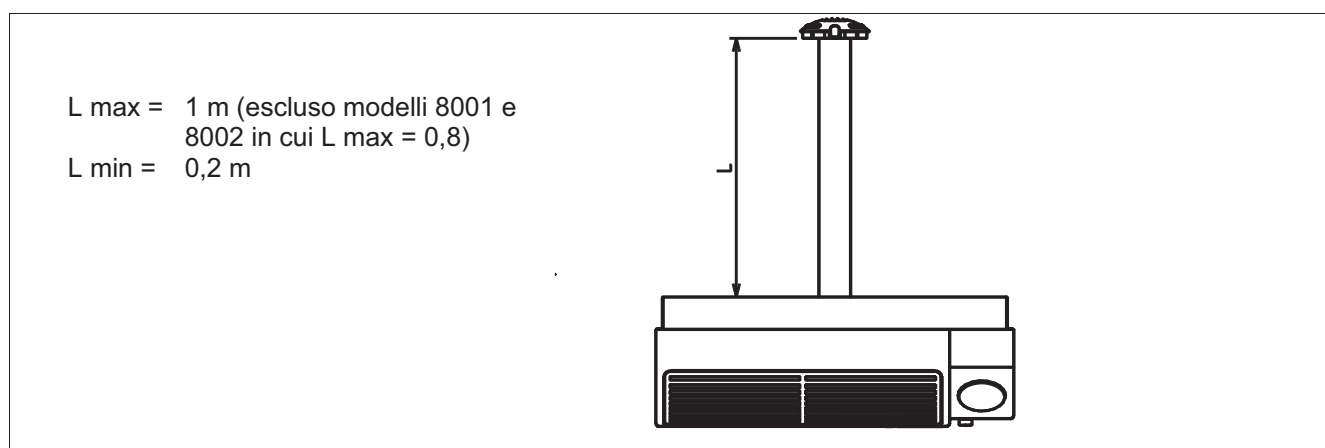

Figura 4 – INSTALLAZIONE CON TUBI COASSIALI
- con tubi coassiali con uscita sulla parete di installazione (installazione standard, vedi Figura 4)
In caso di installazioni diverse da quella standard (rappresentata in Figura 4) si consiglia di consultare la "Guida all'installazione dei condotti di aspirazione/scarico" (Cod.D-GPP001 disponibile gratuitamente su richiesta) che fornisce utili indicazioni per la scelta dei componenti da utilizzare.